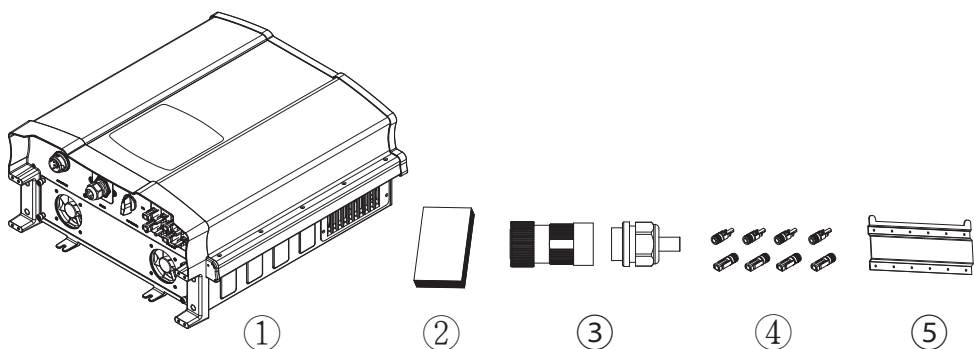

图2-2 内容物清单
- 检查各项配件是否齐全。详细的配件信息请参考表2-1与图 2-2。